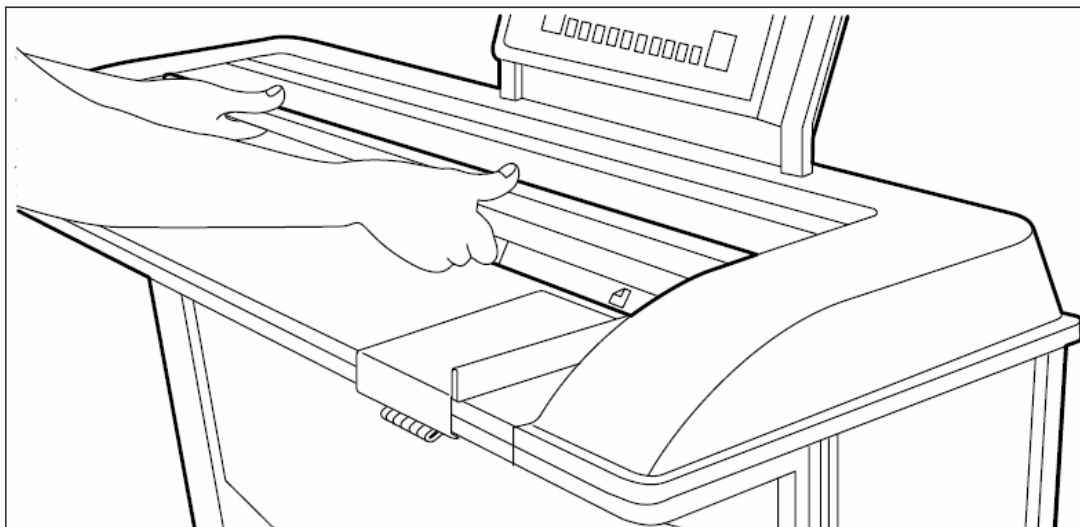

Рисунок 103: Показано, как открывать крышку сканера
2. Откройте крышку сканера (смотрите рисунок 103).